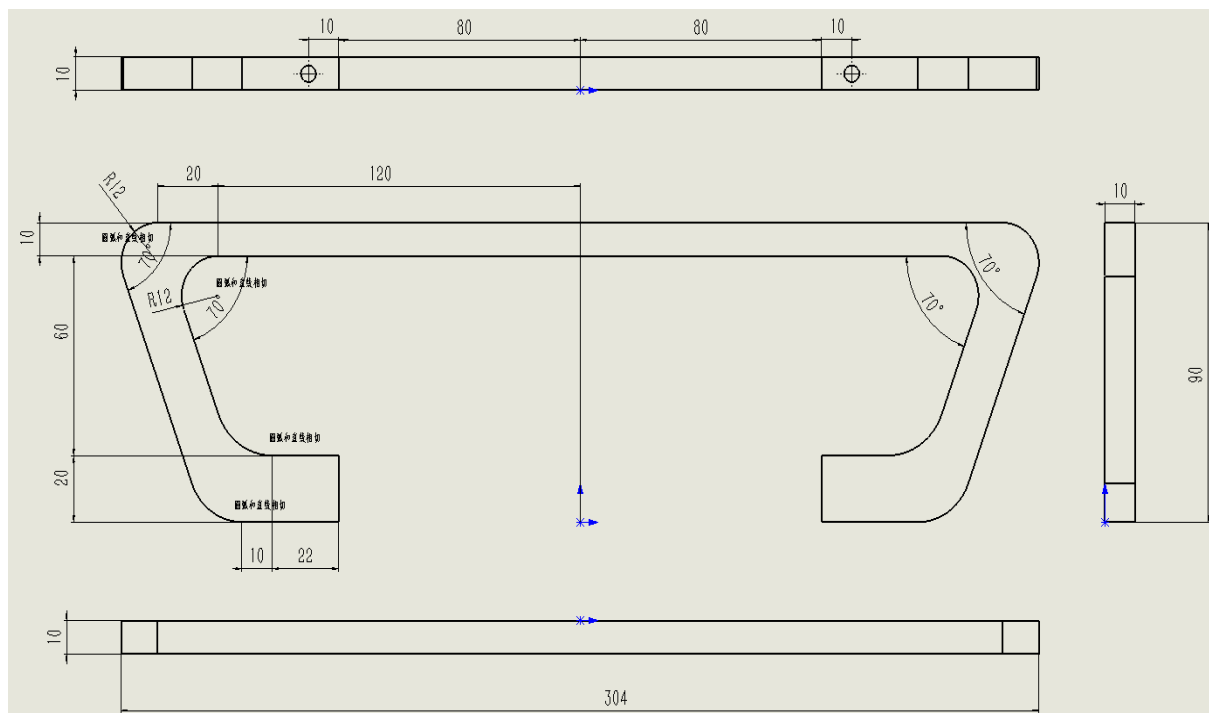
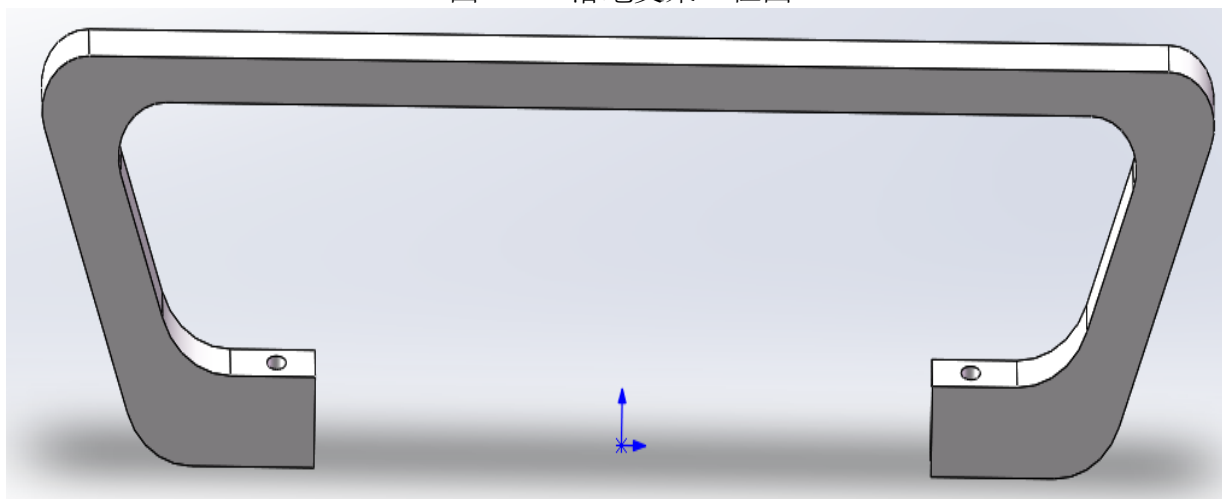

图 4-7-1 落地支架工程图
图 4-7-2 落地支架零件
1. 任务要求：在 SolidWorks2016 环境下，设计一个 II 型四轴无人机落地支架的三维仿真模型，按如图 4-7-1 所示落地支架工程图创建如图 4-7-2 所示落地支架零件，零件的材质选用“塑料”。